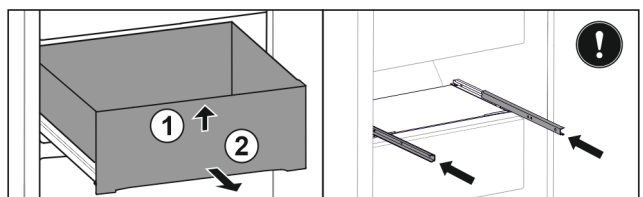

Fig. 134
- ▶ Повдигнете чекмеджето отпред. Fig. 134 (1)
- ▶ Извадете чекмеджето напред. Fig. 134 (2)